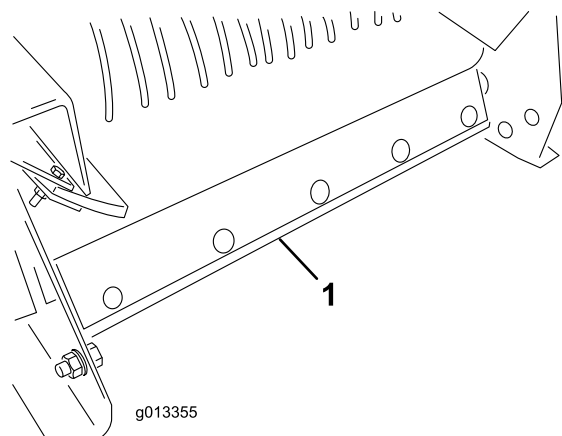

Figure 61
- Déposez le racleur de nettoyage de la bande à l'arrière de la machine (Figure 61).